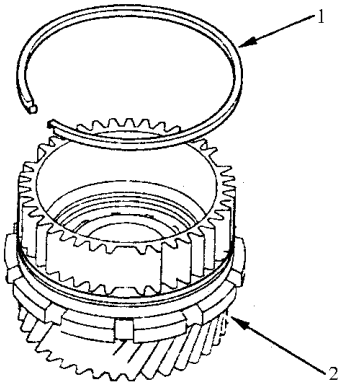

图 5-133 安装密封卡环
31) 如图 5-133 所示,将密封卡环安装到新的中间轴主动/驻车档齿轮上。